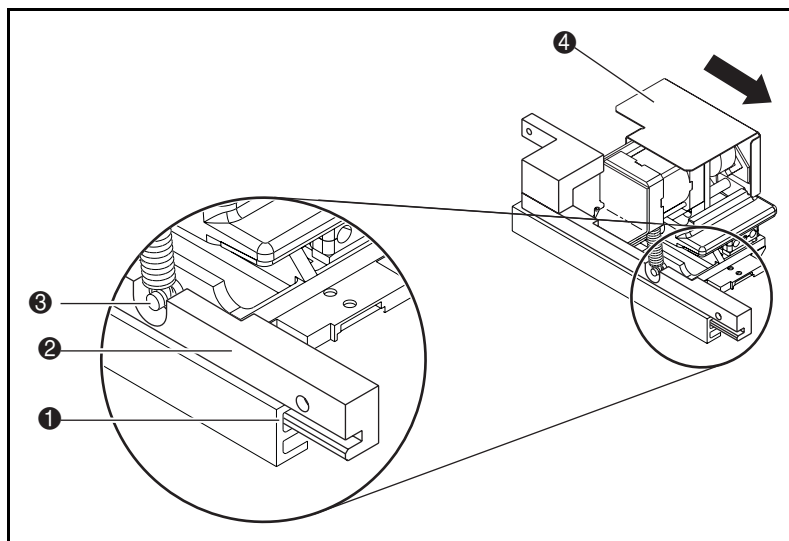

Figure 4-18. Dégagement de la fixation de la pince
- b. Faites glisser l'ensemble de pince (④) (Figure 4-18) pour l'écarter de l'axe vertical jusqu'à ce qu'il (②) soit entièrement étendu et que la fixation se dégage du guide (①) (voir Tableau 4-5).